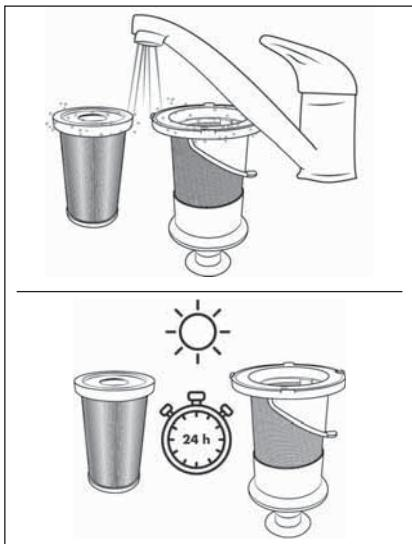

Fig. 25
- Rincez le filtre EPA 5 et le filtre en acier inoxydable 6 sous l'eau froide ou tiède. Laissez le filtre EPA 5 et le filtre en acier inoxydable 6 sécher complètement à l'air avant de les replacer dans le bac à poussière 7 (voir fig. 25).